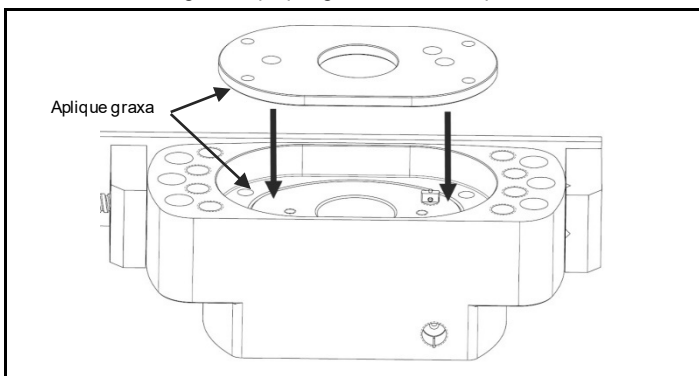
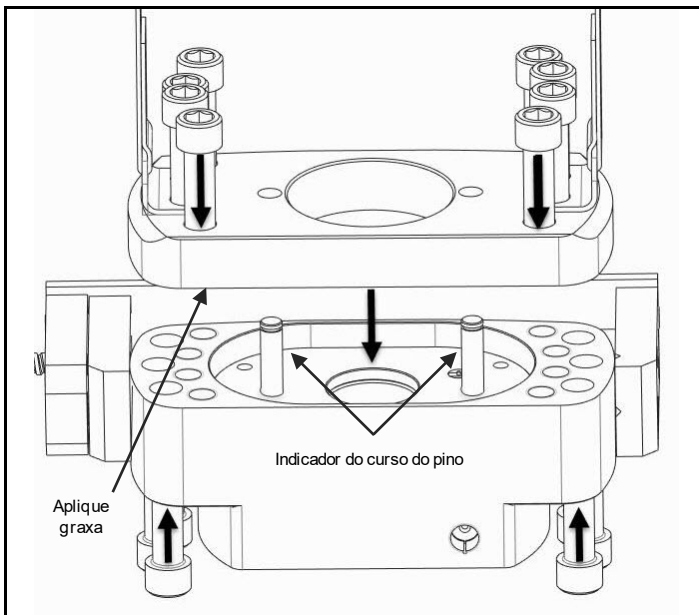

Fig. 4.10 Aplique graxa, insira o conjunto da válvula de alívio, prenda a placa de retenção da mola
Fig. 4.11 Aplique graxa, insira o indicador de curso do pino, fixe a placa limite ao corpo
b) Certifique-se de que o alinhamento do conjunto da válvula de alívio e de indicação do curso do pino é mantido durante a montagem. (Fig. 4.10/fig. 4.11)